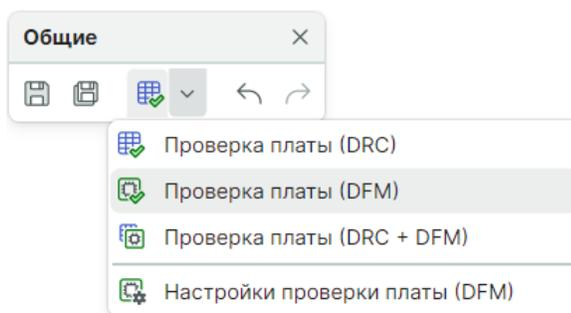

Рис. 545 Запуск DFM-проверки платы
1. На панели инструментов «Общие» вызовите выпадающий список с помощью символа ∇ и выберите пункт «Проверка платы (DFM)», см. Рис. 545.